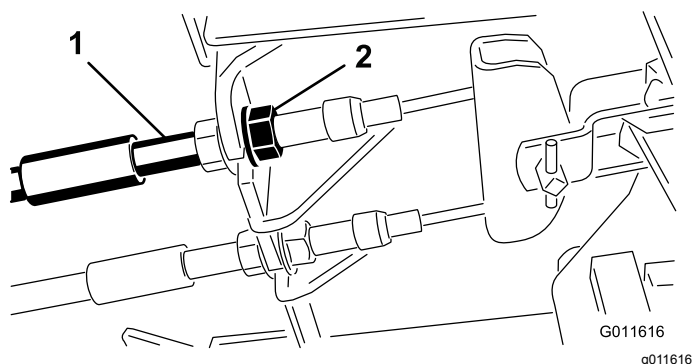

Figura 87
1. Para reduzir a folga dos pedais dos travões, aperte os travões desapertando a porca dianteira que se encontra na extremidade roscada do cabo dos travões (Figura 87).